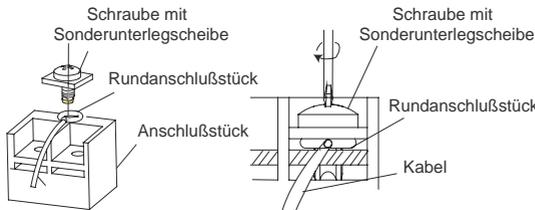

Abb. 30
- 4). Das Kabel einsetzen und die Schraube anhand eines Schraubenziehers befestigen. (Abb. 30).